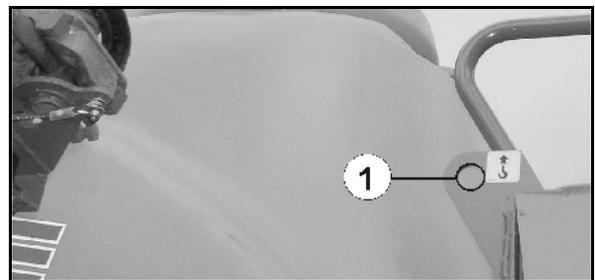
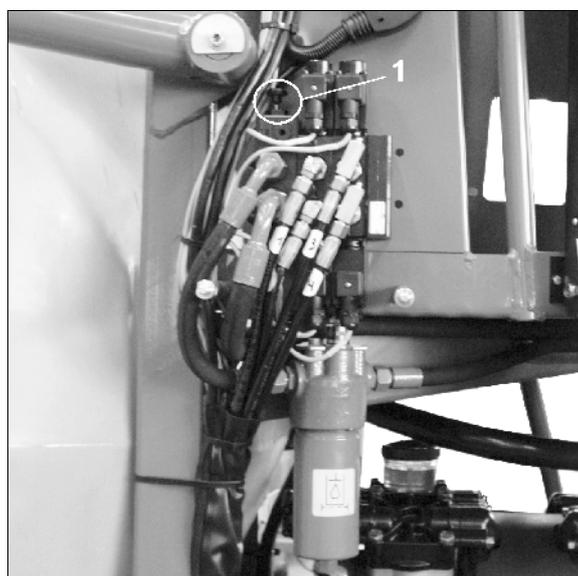

Fig. 94
Fig. 97
- 1500 kg à l'avant (Fig. 94/ Fig. 97)!
Il y a 3 points de positionnement sur la machine, Fig. 94/1, Fig. 97/1).
Le système hydraulique existant sur le tracteur détermine le réglage de la vis de réglage système au niveau du bloc hydraulique (Fig. 97/1). En fonction du système hydraulique, vous devez régler la **vis de commutation** comme suit